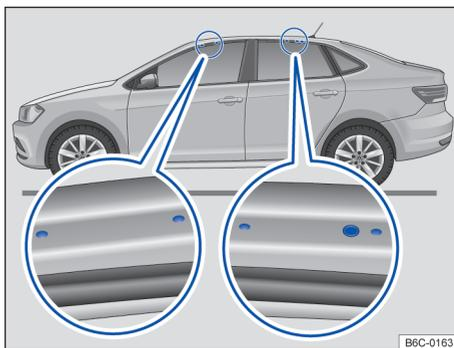

Fig. 160 Pontos de fixação dos suportes de base do bagageiro do teto (ambos os lados).
Os furos ou marcações dos pontos de fixação dos suportes de base ficam visíveis com a abertura das portas (dianteiras e traseiras) do veículo e encontram-se no lado nas vigas do teto → Fig. 160 (lupa). Os furos ou marcações para fixação atrás encontram-se no lado inferior das vigas do teto → Fig. 160 (lupa direita).
- Fixar os suportes de base somente nas marcações indicadas na figura → Fig. 160.